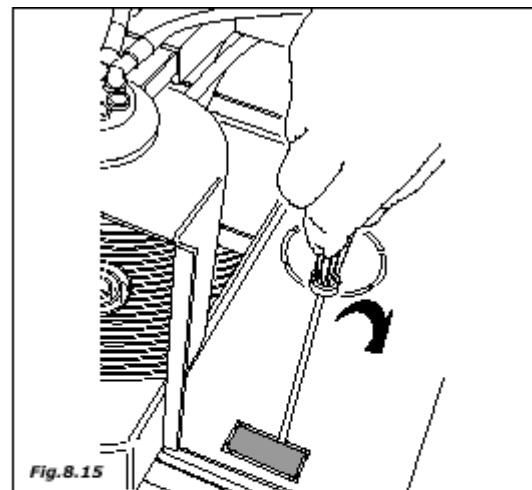

Fig. 8.15
- выньте прямоугольную подставку, находящуюся внизу торгового автомата (рис. 8.15).